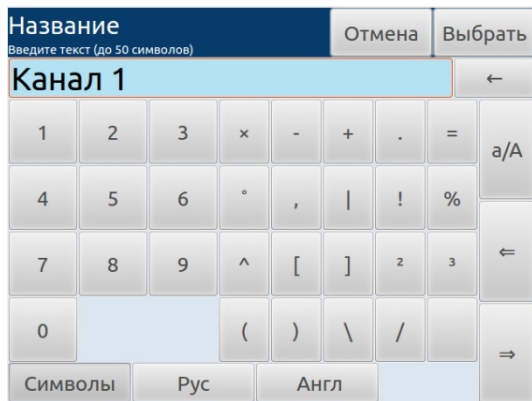

Рисунок 2.19
- цифры и символы арифметических действий (см. рисунок 2.19);